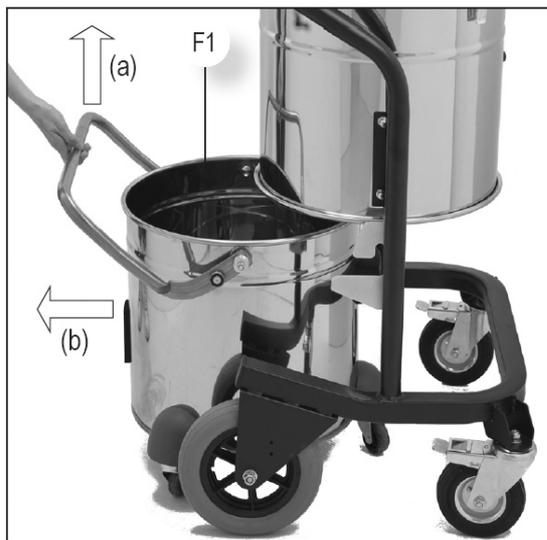

Abb. 6: Trockensaugen
Schritt 5: Ziehen Sie den Hebel (Pos. a, Abb. 6) an und entfernen Sie den Tank F1 in die Richtung „b“ (Abb. 6).
Schritt 6: Trichter einsetzen (Pos. J, Abb. 6).
Schritt 2: Ziehen Sie den Hebel (Pos. a, Abb. 6) an und entfernen Sie den Tank F1 in die Richtung „b“ (Abb. 6).
Schritt 3: Entfernen Sie den Trichter (Pos. J, Abb. 6) und setzen Sie den Schwimmerventilsatz ein (Pos. D, Abb. 8).
Schritt 4: Entfernen Sie den Staubbeutel. Montieren Sie den Tank (Pos. F1, Abb. 6) wieder.